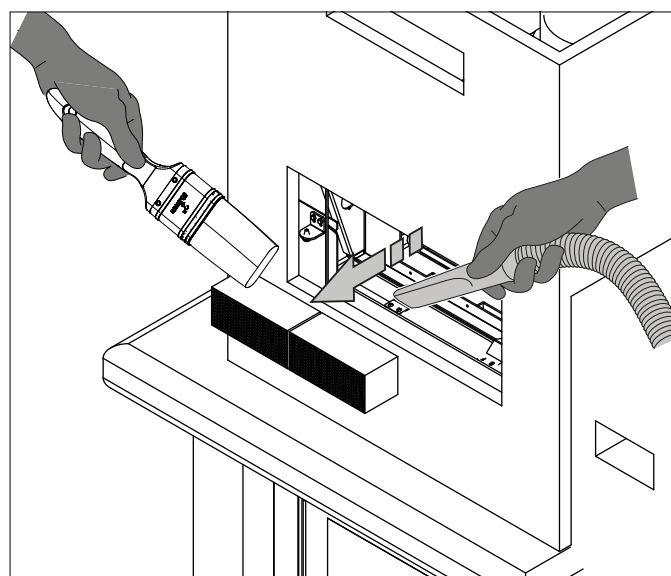

fig. 6.3
- Extrayez les deux éléments catalyseurs et nettoyez-les en utilisant un aspirateur et un pinceau sec (fig. 6.3)